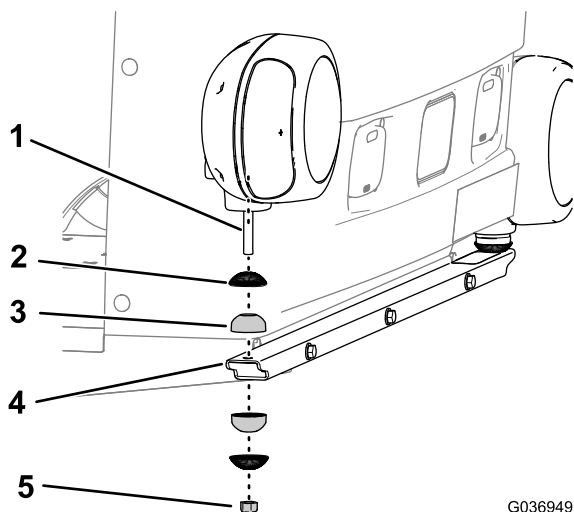

図 9
- ヘッドライトアセンブリから、ロックナット 10mm、ジョイントハーフ1個、鋸歯付きシェル1個を外す 図 9。
- ヘッドライトについているねじ山付きのポストを、ヘッドライトサポート端部にある縦穴に合わせる 図 9。
注 上側ジョイントハーフと鋸歯付きシェルとが 図 9のように整列するように取り付けること。